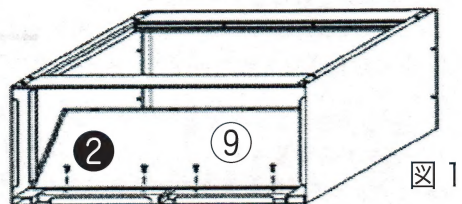
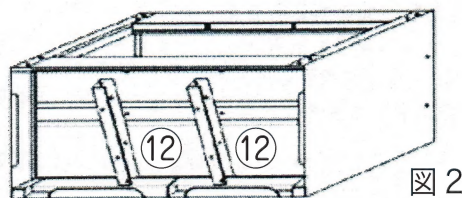

図1
図2
⑨底板は図1のように⑪下レールと後板の間にに入れて、②M4\*10の組立ビスで固定してください。⑫床下補強は図2のように下レールと後板の間にに入れて②M4\*10組立ビスで固定してください。